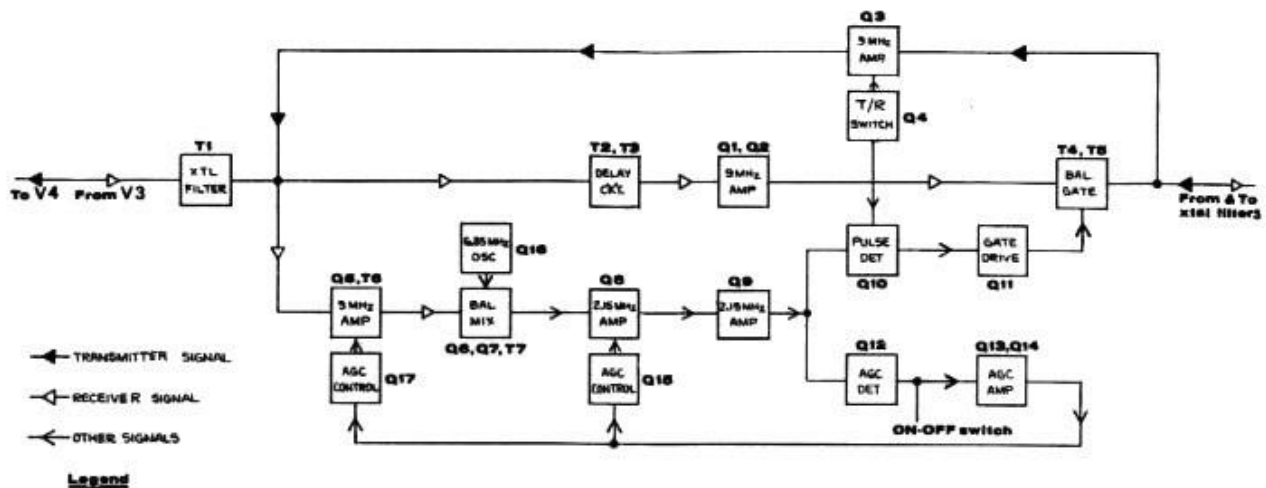

Figura 5 Diagrama en bloques
- Figura 5 Diagrama en bloques